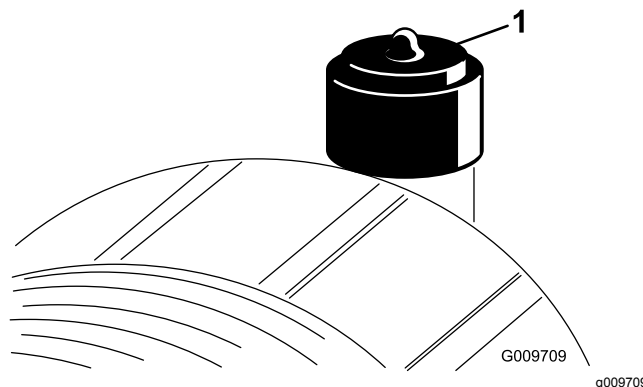

Figura 90
Effettuate la manutenzione del filtro dell'aria quando l'indicatore (Figura 90) lo richiede. Sostituendo il filtro dell'aria prima del necessario si aumenta il rischio che la morchia penetri nel motore quando si toglie il filtro.
2. Se la spia (Figura 90) è rossa, resettatela.